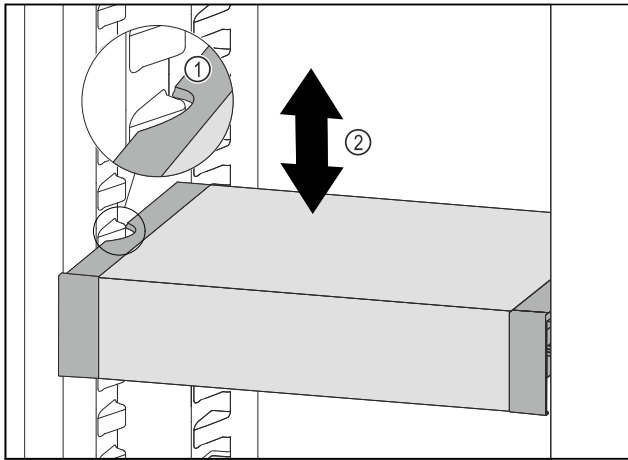

Fig. 103
- ▶ Trageți în față VarioSafe, până când degajările laterale ale VarioSafe se află la înălțimea nervurii recipientului din frigider. Fig. 103 (1)
- ▶ Mișcați în sus sau în jos VarioSafe în frigider, până când este atinsă înălțimea dorită. Fig. 103 (2)